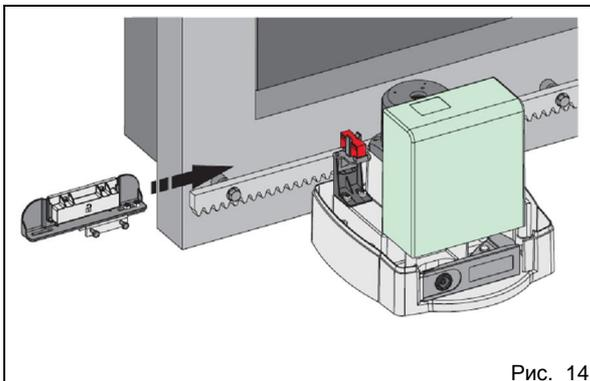

Рис. 14
4. Магнит с символом "открыто" переместить по рейке в направлении "открыто" (см. рис. 14). На плате управления расположены светодиодные индикаторы концевых выключателей открытия и закрытия. Как только индикатор "открыто" погаснет, сдвинуть магнит ещё на 10 мм вперёд и временно закрепить прилагаемыми винтами.